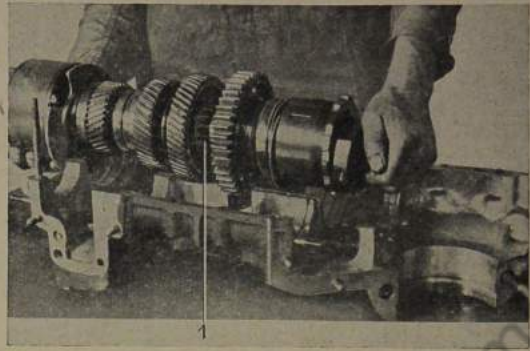

Bild 309: Hauptwelle-Zusammenbau aus dem Gehäuse herausheben
19. Hauptwelle - Zusammenbau mit Antriebskegelrad und Freilaufsperr aus dem Gehäuse herausheben (Bild 309).